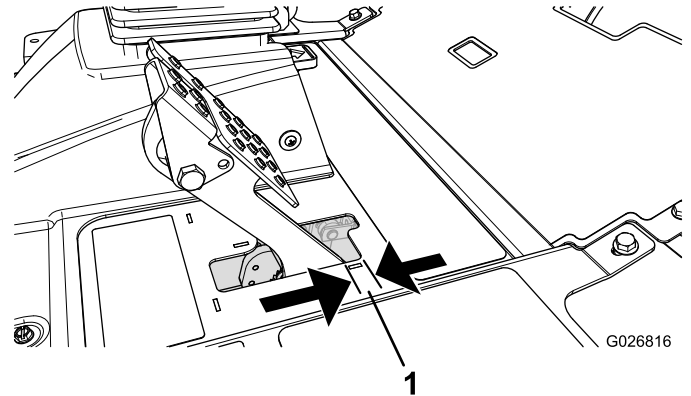

Figure 68
Régalez les freins si la garde à la pédale de frein est supérieure à 25 cm (Figure 68) ou si la force de maintien offerte est insuffisante. La garde est la distance parcourue par la pédale de frein avant que le freinage soit ressenti.
2. Serrez l'écrou arrière afin de pouvoir déplacer le câble en arrière jusqu'à obtention d'une garde aux pédales de frein de 6 à 13 mm (Figure 68), avant le blocage des roues.